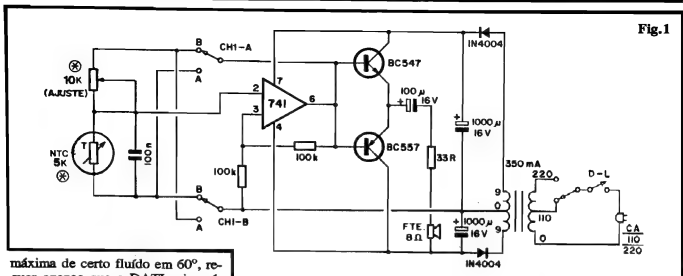

Fig. 1
- FIG. 1 - O CIRCUITO - O "ve- lho" e "manjadíssimo" Integrado 741 é utilizado no núcleo do cir- cuito, numa estrutura um tanto in- comum: trabalha como oscilador